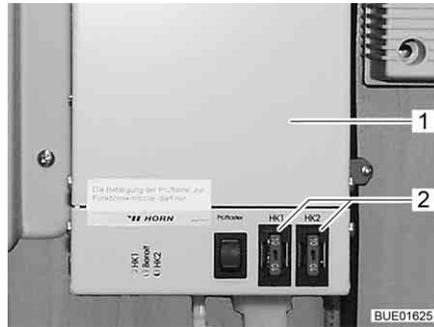

Fig. 147 Regulador de la calefacción para las tuberías de aguas residuales
Los fusibles se encuentran sobre el regulador (Fig. 147,1).
- Cambiar el fusible (Fig. 147,2).